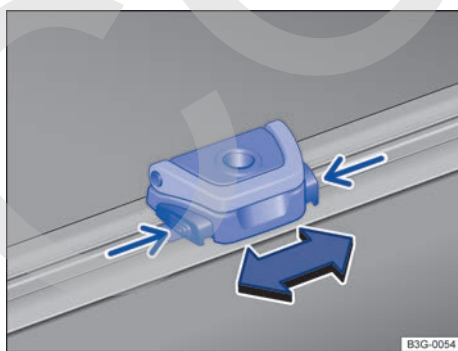

Fig. 204 En el maletero: argolla de amarre desplazable.
En función del equipamiento, en el maletero hay unas argollas de amarre desplazables longitudinalmente → **fig. 204** para fijar objetos sueltos y equipaje mediante correas de amarre y cintas de fijación o de sujeción.
- Presione y mantenga presionadas las teclas de la argolla → **fig. 204** (flechas pequeñas) al mismo tiempo.
- Coloque la argolla en la guía en la posición deseada y suelte las teclas → **fig. 204** (flechas pequeñas).
- Desplace la argolla en la dirección deseada → **fig. 204** (flecha) y suelte las teclas cuando la argolla se encuentre en la posición deseada.
- Levante el estribo de la argolla → **fig. 204** y fije la carga.